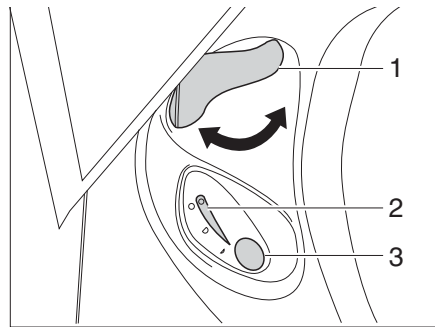

Fig. 298 Unidad de mando inodoro Thetford
- Antes del lavado, abrir la corredera del inodoro Thetford. Para ello, girar la palanca de corredera (Fig. 298,1) en sentido contrario a las agujas del reloj.
- Para lavar, pulsar el botón del inodoro azul (Fig. 298,3).
- Tras el lavado, cerrar la corredera. Para ello, girar la palanca de corredera (Fig. 298,1) en sentido de las agujas del reloj.
La luz de control (Fig. 298,2) se enciende cuando es necesario vaciar el cassette Thetford.
- Girar la palanca de corredera (Fig. 298,1) en sentido de las agujas del reloj. Se cierra la corredera. Para el vaciado debe estar cerrada la corredera en el inodoro Thetford.